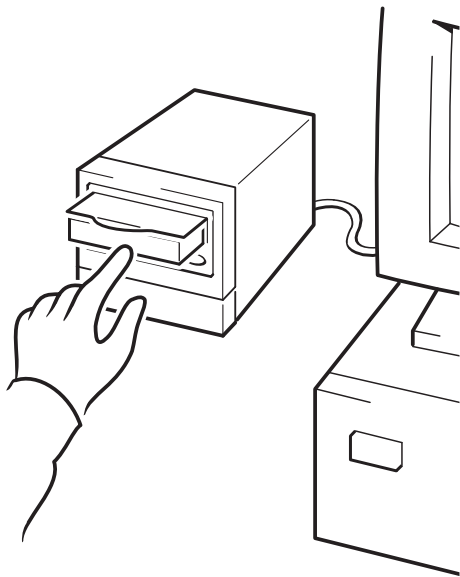

Figura 10a: utilizzo di HP OBDR, fase 1
- 1 Inserire nell'unità a nastro la cartuccia di avvio più recente disponibile (vedere la figura 10a). È necessario che la cartuccia sia stata scritta da un'applicazione di backup che utilizzi il formato CD-ROM per scrivere i dati sul nastro.